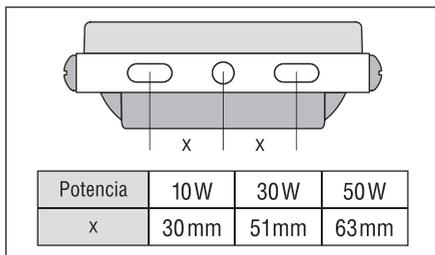

Figura 2
- El foco se monta en la superficie con el soporte de potencia con tres agujeros, Figura 2.